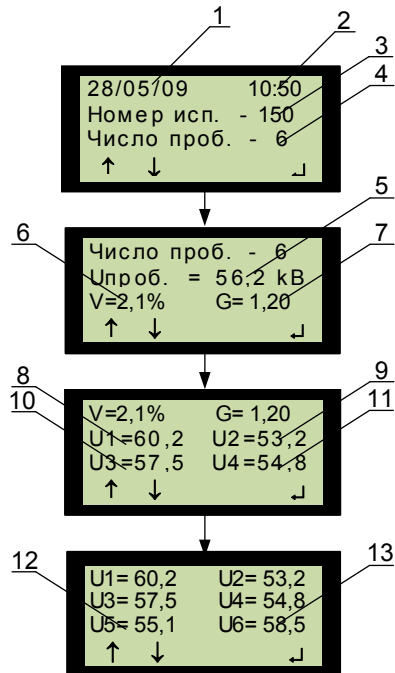

Рисунок 10
4.16 Информация о результатах последнего испытания доступна в режиме "Просмотр результатов испытания". Переход в режим "Просмотр результатов испытания" осуществляется нажатием и удержанием (в течение более 3 с.) кнопки "ПАУЗА" в режиме "Готовность" (см. рисунок 10).